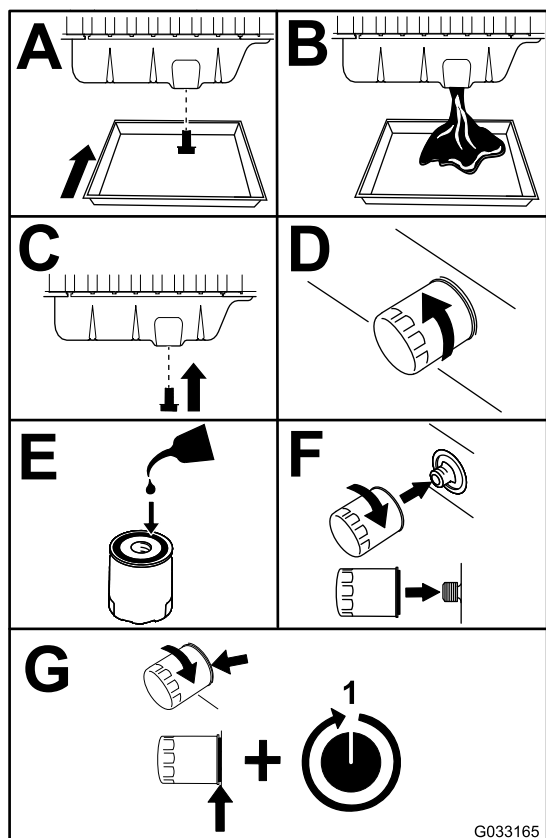

Figure 59
3. Vidangez l'huile moteur et remplacez le filtre à huile (Figure 59).